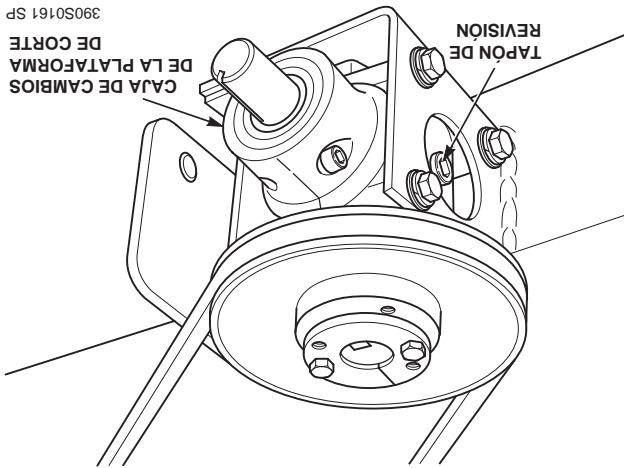

Figura 7-9 Caja de cambios de la plataforma de corte
1. El nivel de fluido en la caja de cambios de la plataforma de corte (Figura 7-9) debe revisarse cada 100 horas de operación o cada dos semanas, lo que ocurra primero.
3. Limpie y retire el tapón de revisión del lado de la caja de cambios (vea la Figura 7-9). Inspeccione visualmente que el nivel del lubricante llegue al borde inferior del agujero del tapón de revisión. Si el lubricante tiene bajo nivel, agregue lubricante SAE